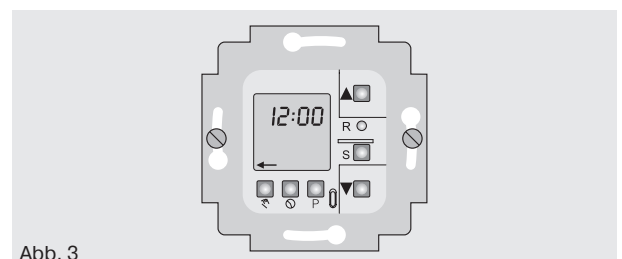

Abb. 3
- Schalten Sie anschließend die Netzspannung ein. Beachten Sie bitte, dass es bei der ersten Inbetriebnahme zu einem verzögerten Einschalten der Uhr kommen kann, da sich zunächst die Uhr initialisieren muss. Innerhalb von 10 Sekunden erscheint im Display blinkend die Zahl 12:00 (Abb. 3).